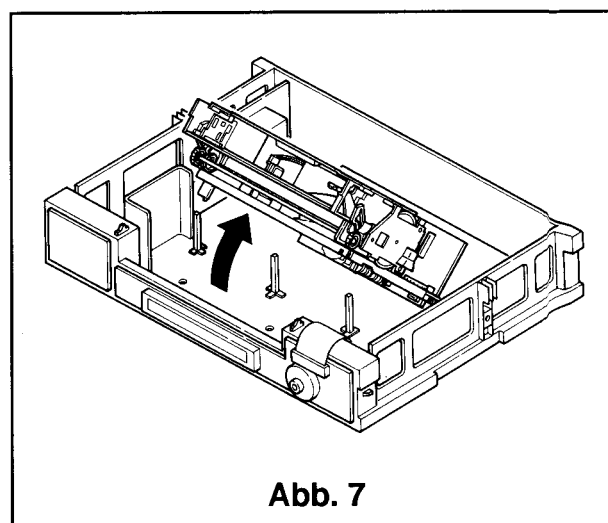

Abb. 7
- ① Nach dem Öffnen der Abdeckung (siehe Artikel 2 Zerlegen) ist der Service an der Bauteilseite teilweise möglich.
- ② Die Front entfernen (siehe Artikel 2 Zerlegen) und die acht Schrauben (siehe Schritt ①, ② in Artikel 4 Zerlegen) lösen. (Nicht den Stecker **ML** lösen)
- ③ Die Frontseite vom Kassettenfach (ASSY-F/L-J) nach oben drehen und mit einem Schraubenzieher etc. abstützen. (Siehe Abb.7) Der Service an der Bauteilseite ist jetzt möglich.